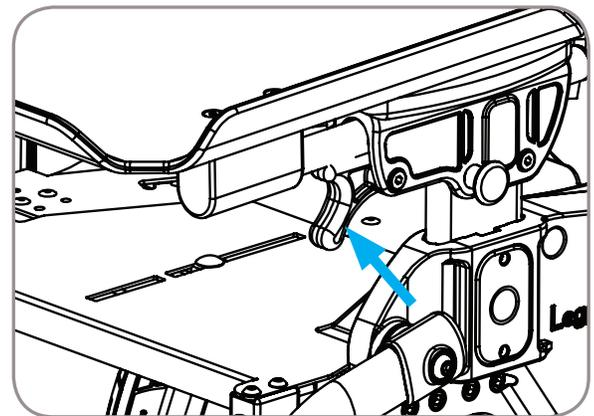

Figure 22
4. Basculez le dispositif de blocage à came de gauche à droite vers le haut pour le verrouiller en place. Consultez la figure 22.